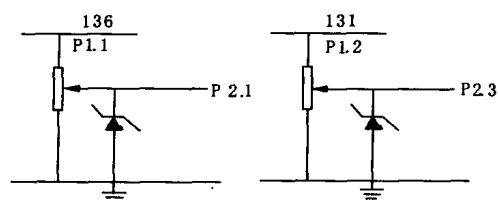
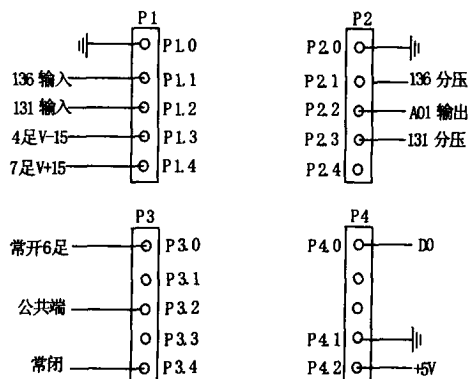
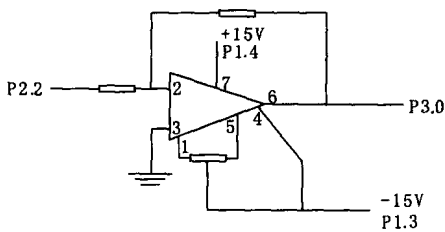

图 2 阳流阳压输入电路
图 3 输入/输出板接线插座
图 5 给定电压反向放大电路
(1) 阳极电流(输入信号) 从高频焊机的 131 号线引入“输入/输出板”的 P1.2,再经限幅和降压后到 P2.3,P2.3 接 880 接口板的 C-2 端子输入计算机(A11),见图 2 和图 3。
(2) 阳极电压(输入信号) 从高频焊机的 136 号线引入“输入/输出板”的 P1.1,再经限幅和降压后到 P2.1,P2.1 接 880 接口板的 C-1 端子输入计算机(A10),见图 2 和图 3。
(3) 钢管速度(输入信号) 从飞锯编码器上取得的信号(飞锯编码器的 10 和 13 端子)接入 880 接口板的 C - 37 端子输入计算机(ExtClk)。
(4) 给定电压(输出信号) 该信号由计算机算出后施加于多功能接口卡的 AO1 端,通过 880 接口板的 C - 30 到达输入/输出板的 P2. 2,经过反向运算放大后出现在 P3. 0 上,当需要时加在高频焊机的 127 号线上(取决于手动还是自动),见图 3~图 5。